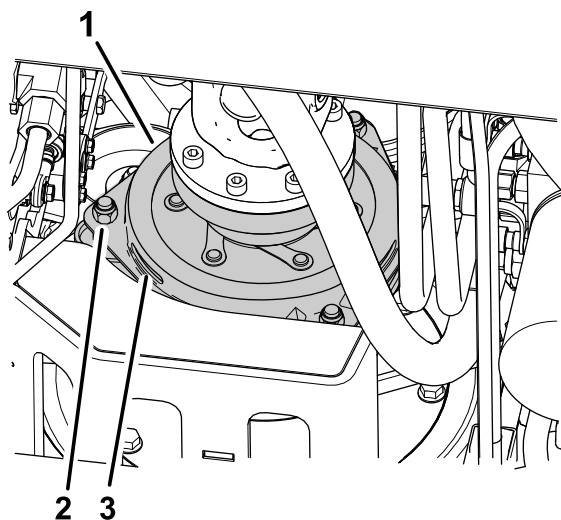

Figure 80
3. Réglez l'entrefer de façon à pouvoir passer une jauge d'épaisseur de 0,3 mm entre la garniture d'embrayage et la plaque de frottement en poussant légèrement (Figure 80).
**Remarque:** Pour diminuer l'entrefer, tournez les écrous de réglage dans le sens horaire (Figure 80). L'entrefer ne doit pas dépasser 0,6 mm. Réglez les 3 entrefers à 0,4 mm.